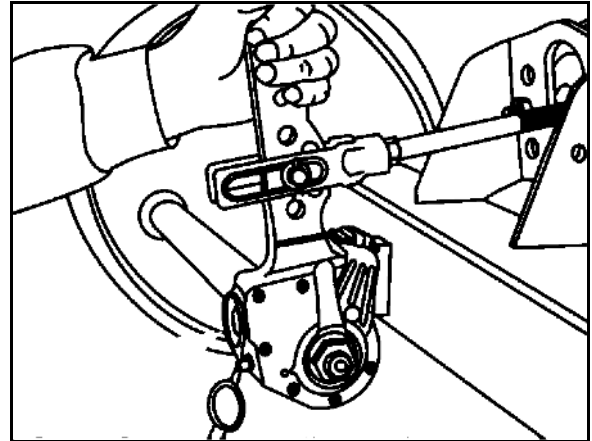

Fig. 165
1. Prüfen Sie die Staubmanschetten bzw. die Faltbälge (Fig. 165/5) auf Beschädigungen.